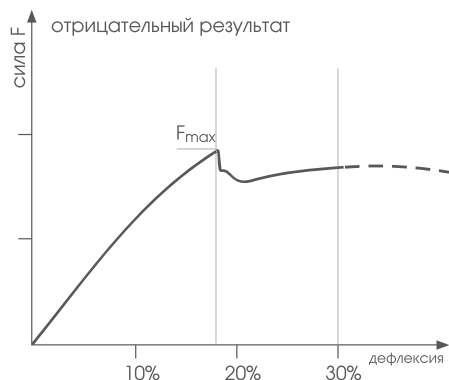

РИСУНОК 3.
- Коэффициент ползучести материала (Creep ratio) в соответствии с EN ISO 9967 (см. рис. 3), ГОСТ Р54475-2011